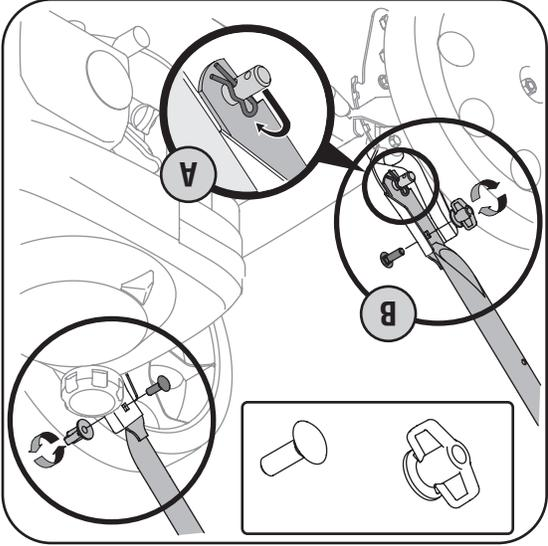

Figure 2
- Enlevez les goupilles fendues placées dans le trou extérieur des goupilles soudées sur les supports de montage du guidon. Placez les goupilles fendues dans le trou b. Placez un boulon ordinaire (dans le sachet de boulon-nerfe fourni avec la machine) dans le trou supérieur du support de montage de droite du guidon, en procédant de l'intérieur vers l'extérieur. Voir la Figure 2. Maintenez-le en place avec un écrou à oreilles en plastique (boulons en forme d'étoile). Répétez de l'autre côté.